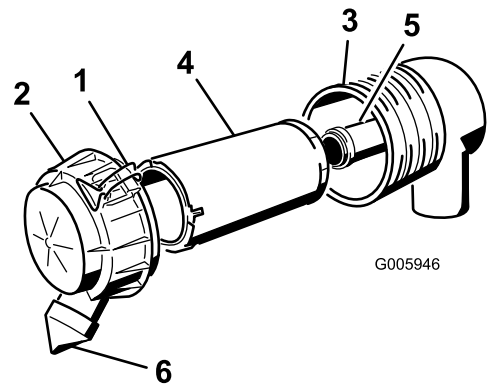

Bild 29
3. Lösen Sie die Riegel am Luftfilter und ziehen Sie die Abdeckung vom Gehäuse ab (Bild 29).
6. Schieben Sie den Hauptfilter vorsichtig aus dem Luftfiltergehäuse heraus (Bild 29). Vermeiden Sie ein Anstoßen des Filters an der Seite des Gehäuses.
9. Wenn Sie den Sicherheitsfilter auswechseln, schieben Sie den neuen Filter vorsichtig in das Filtergehäuse (Bild 29).
10. Schieben Sie den Hauptfilter vorsichtig auf den Sicherheitsfilter (Bild 29). Stellen Sie sicher, dass dieser einwandfrei einliegt, indem Sie beim Einbauen auf den äußeren Rand des Filters drücken.
11. Bringen Sie die Luftfilterabdeckung mit der Seite an, auf der UP gestanzt ist, und rasten Sie die Riegel ein (Bild 29).